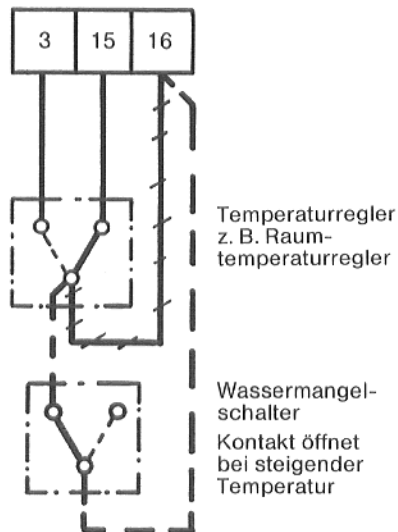

Abb. 56
11. Der Wassermangelschalter ist in Reihe mit den Temperaturreglern zu schalten (Abb. 56).